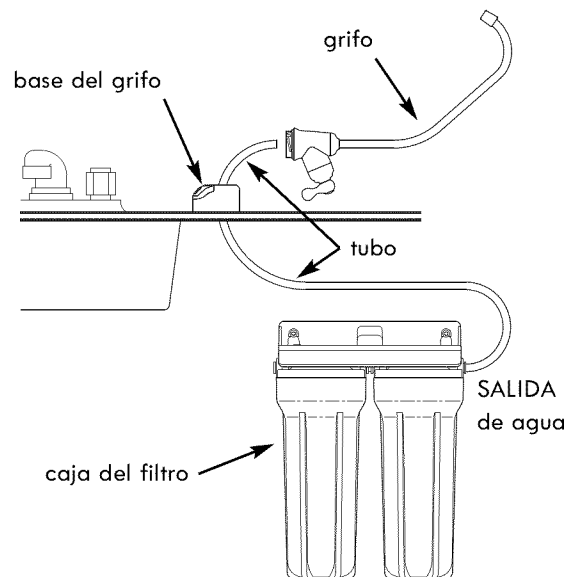

Figura 6
2. Encuentre el tubo de 3/8 pulg. D.E. Consulte la sección titulada "Conecte los tubos" en la página 8 e inserte totalmente un extremo del tubo en la unión de conexión rápida de 3/8 pulg. del lado de SALIDA del agua en la caja del filtro. Vea la Figura 6.
3. Haga pasar el otro extremo del tubo hacia arriba por el orificio de montaje y la base del grifo. Vea la Figura 6.